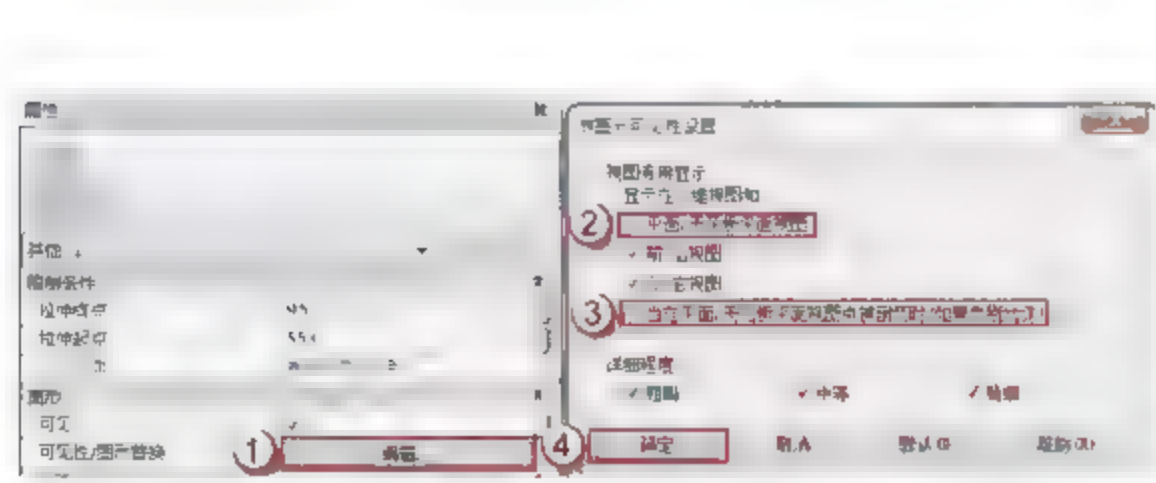

图 7.1.23 修改 C2925 转角窗框的可见性
(21) 修改 C2925 门窗框的可见性。在 C2925 门窗框的“属性”面板中，单击“图形”栏“可见性/图形替换”后的“编辑”按钮，弹出“族图元可见性设置”对话框，取消“平面/天花板平面视图”和“当在平面/天花板平面视图被剖切时（如果类别允许）”复选框的选择，单击“确定”按钮，如图 7.1.23 所示。